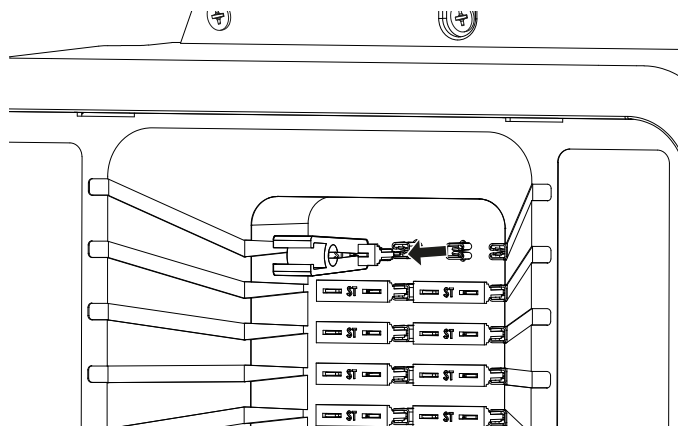

Fig. 4
- Retirer le fusible correspondant à l'aide de la pince à fusible (Fig. 4).